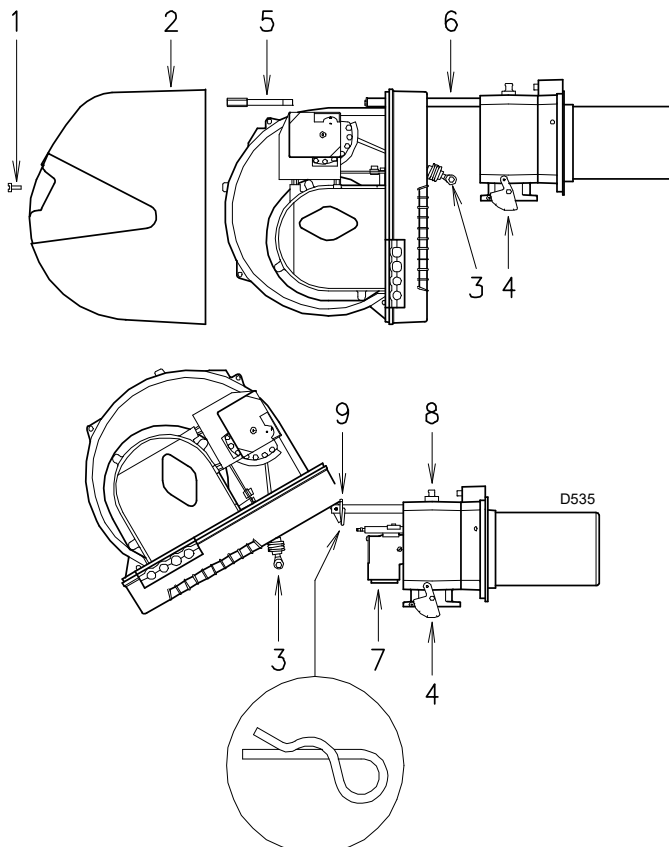

Fig. 31
- Aflojar lo tornillo 1)(Fig. 31) y extraer la envoltente 2)
Ahora es posible extraer el distribuidor de gas 7), después de haber desenroscado el tornillo 8)(Fig. 31).
- Quitar el pasador 9)(Fig. 31) y empujar el quemador hasta que esté a unos 100 mm del manguito. Volver a conectar los cables y desplazar el quemador hasta que haga tope. Volver a colocar el tornillo 5) y el pasador 9) y, con cuidado, tirar de los cables de la sonda y del electrodo hacia afuera, hasta someterlos a una ligera tensión. Volver a enganchar la articulación 3) en el sector graduado 4).